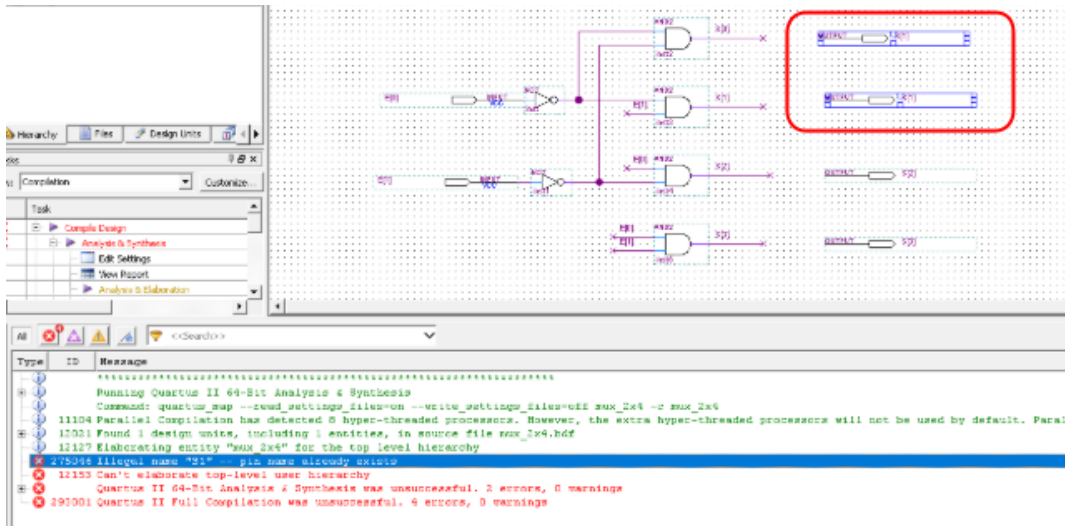

Figura 28: Selecionando primeira mensagem de erro na janela de mensagens
4. Para solucionar o erro, deve-se clicar duas vezes na mensagem de erro que aparece na janela. O ponteiro irá mostrar qual unidade de projeto e qual símbolo (instância) é geradora do problema (Figura 28). No exemplo, a ferramenta mostra 2 pinos de saída que possuem o mesmo nome.